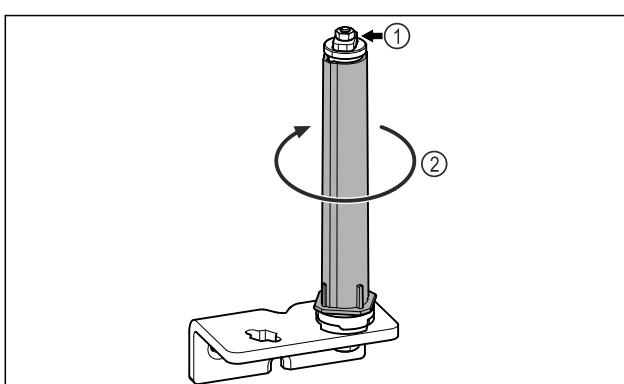

Fig. 28
► Не розбирати систему закриття дверей Fig. 28 (1).
- Поверніть систему закриття Fig. 28 (2) до клацання.